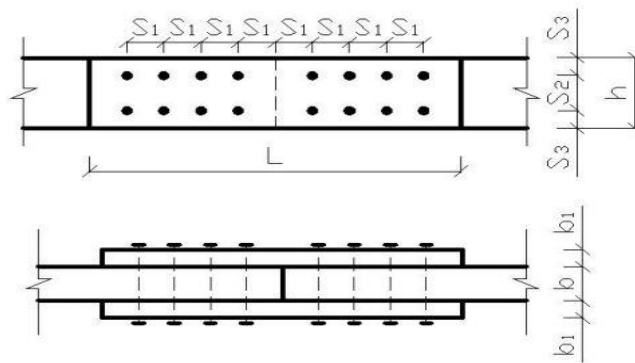

Рисунок 7. Нагельное соединение двух брусьев накладками
6.1 Подобрать сечение болтов и определить необходимое их количество в стыке двух брусьев сечением $b \times h$ с двухсторонними накладками сечением $b_1 \times h_1$, в котором действует продольное растягивающее усилие N_p . В соответствии с нормами расстановки определить длину накладки L (рисунок 7).